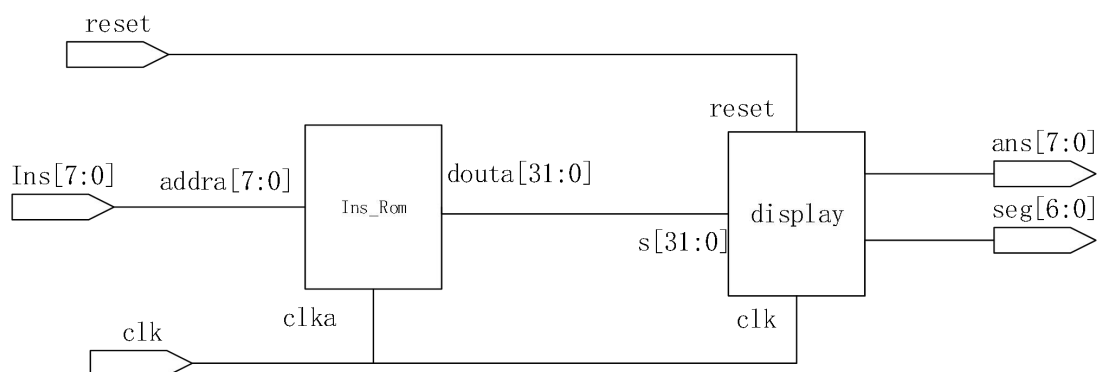

图 1 存储器原理图
2. 实验原理：本次实验主要是模拟数据在存储器中的存取过程，先初始化 ROM 存储器中的内容，再通过开关选择相应的地址，将对应的存储器中内容读出来，并通过显示管显示。实验的原理图如下图 1 所示：